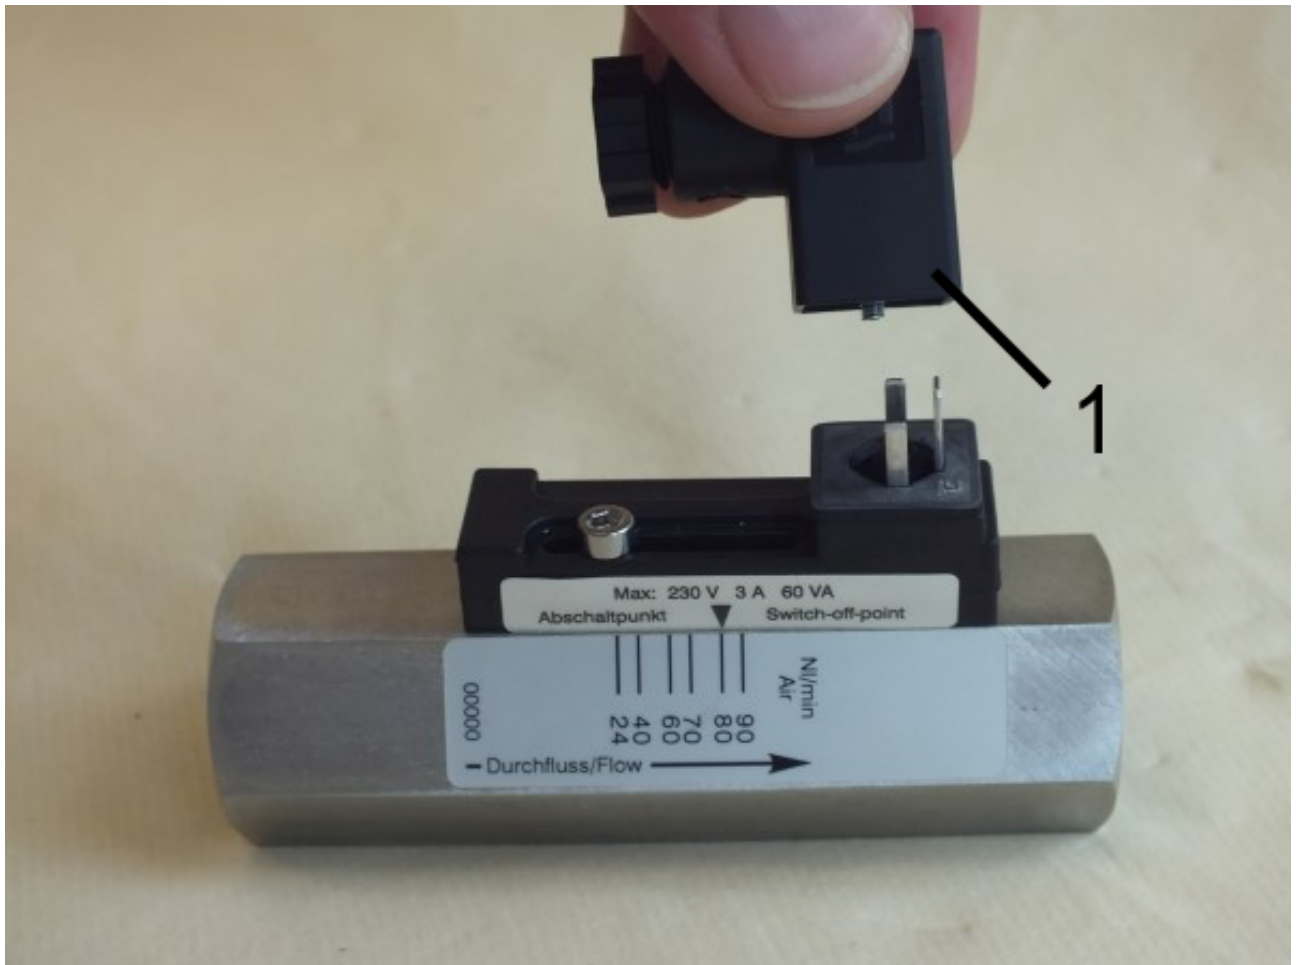

Abb. 45: Steckerdose abziehen
2. ➤ Steckerdose mit dazugehöriger Dichtung (Abb. 45/1) nach oben abziehen